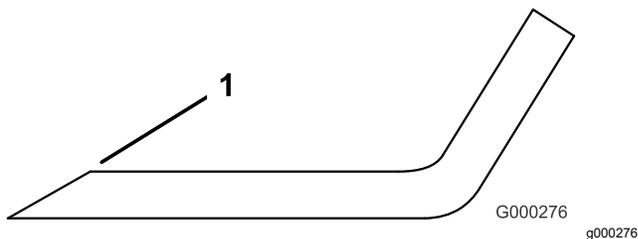

Figura 92
3. Inspeccione as extremidades de corte de todas as lâminas e afie-as se apresentarem sinais de desgaste ou ranhuras (Figura 92).
Nota: Afie apenas a zona superior da parte cortante e mantenha o ângulo de corte original para garantir um desempenho eficaz da lâmina (Figura 92). A lâmina manterá o equilíbrio se retirar a mesma quantidade de material de ambas as extremidades de corte.